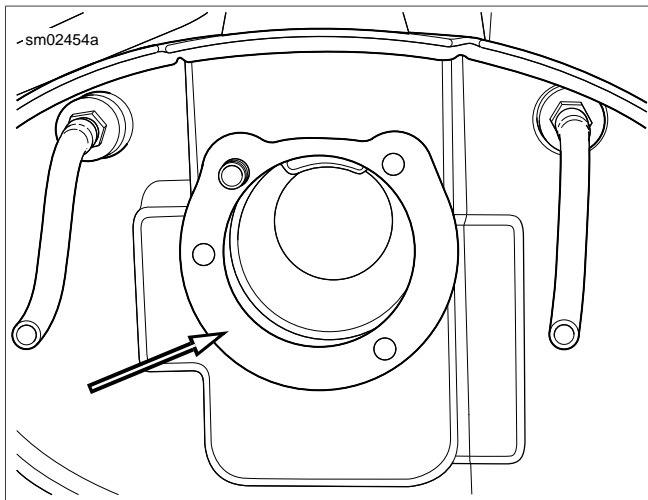

Figure 1-7. Joint (typique)
- Voir Figure 1-7. Positionner le **nouveau** joint sur la plaque arrière.